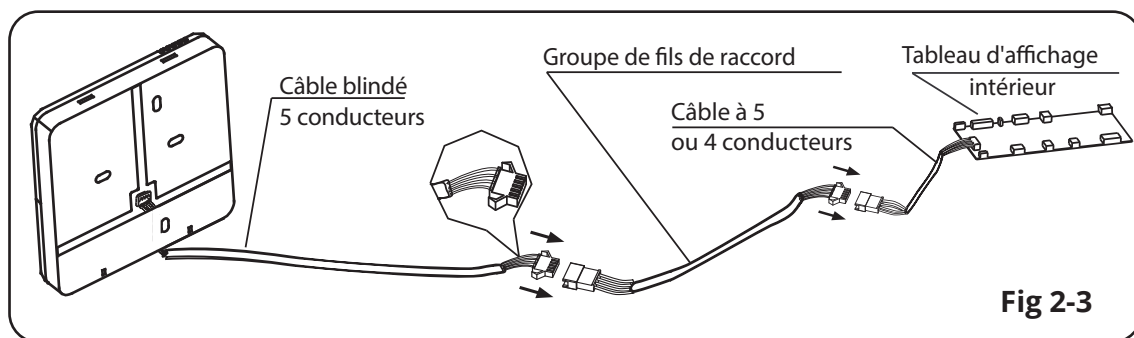

Fig 2-3
- Raccordez le joint femelle du groupe de fils de la carte mère au joint mâle du groupe de fils de raccord. (Voir Fig.2-3)
- Raccordez l'autre côté du groupe de câbles de raccord avec le raccord mâle du groupe de câbles de la télécommande filaire. (Voir Fig.2-3)